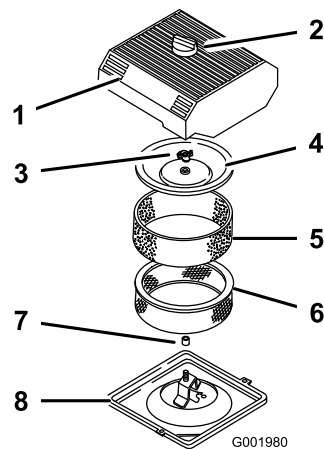

Figure 37
3. Nettoyez la surface autour du filtre à air pour éviter que des impuretés n'endommagent le moteur en tombant à l'intérieur (Figure 37).
4. Desserrez le bouton sur le couvercle du filtre à air et déposez le couvercle (Figure 37).
5. Sortez délicatement l'élément en mousse de l'élément en papier (Figure 37).
6. Dévissez l'écrou du couvercle et enlevez le couvercle et l'élément en papier (Figure 37).
1. Glissez délicatement l'élément en mousse sur l'élément en papier (Figure 37).
3. Vissez l'écrou à la main contre le couvercle (Figure 37).
4. Remettez en place le couvercle du filtre à air et le bouton (Figure 37).